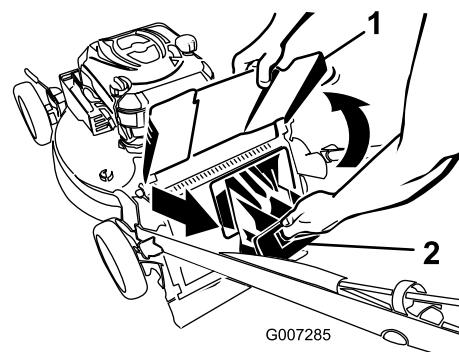

Figura 23
2. Levante y sujeté el deflector de descarga trasera (Figura 23).
3. Saque el tapón de descarga trasera (Figura 23).
- Instale el tapón de descarga trasera (Figura 23).